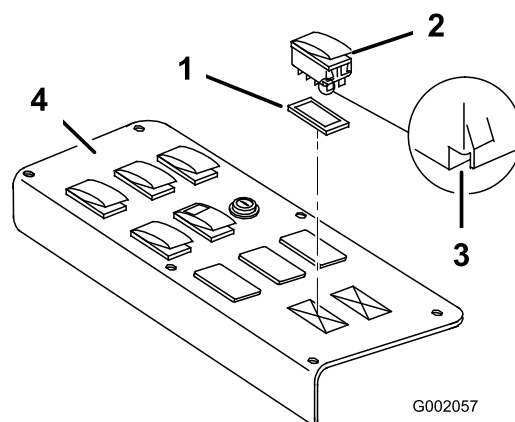
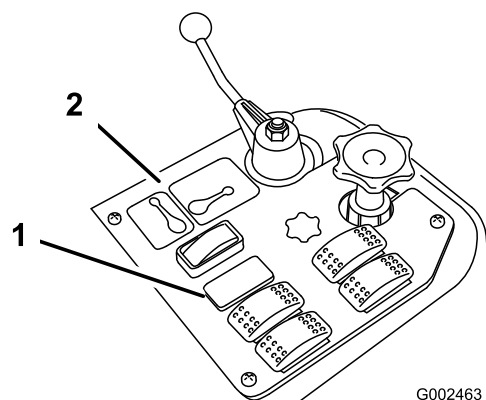

図 14
図 15
1. 散布コントロール・パネルを外して下側を露出させる（1250 用は図 14、1200 用は図 15）。
2. 車両の散布コントロール・パネルのソニック・ブーム用のスロットにはめてあるプラグを取り外し（1200 用は図 14、1200 用は図 15）。
注 スイッチの向きが図 14 と同じになっていることを確認してください；ノッチが車両後方を向いているのが正しい取り付け方です。